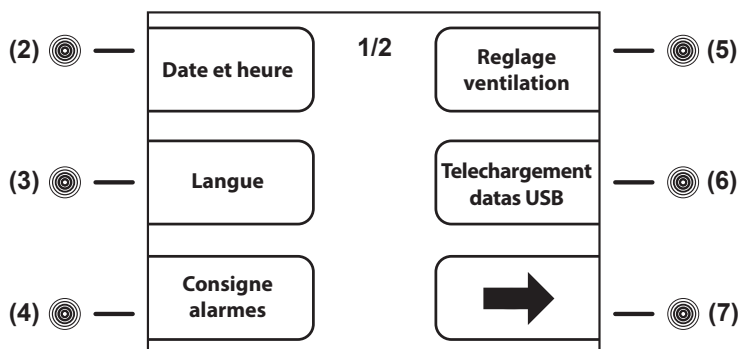
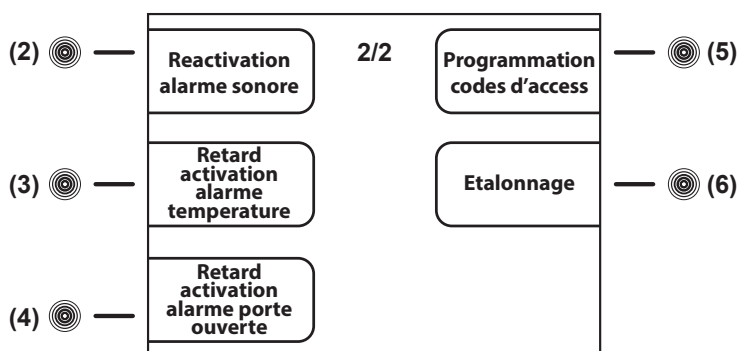

Fig.15
Fig.16
A partir du menu principal appuyer la **touche (7)** pour accéder au menu de réglage (**Fig.15**)
A partir de la première page du menu de réglage (**Fig.15**) appuyer la **touche (7)** pour accéder à la deuxième page du menu de réglage (**Fig.16**).
- appuyer la **touche (7)** pour accéder au menu de réglage (**Fig.15**)
- appuyer la **touche (3)** pour sélectionner le menu LANGUE
- avec les **touches (5)↑** et **(7)↓** sélectionner la langue souhaitée et appuyer **ENTER (12)**
8.3.6.2 Réglage alarmes (touche (4) Fig.15)
Ce menu permet de programmer les seuils d'alarme soit pour la température de la cuve (Alarme chambre) soit pour la température simulée du produit (si présent) grâce à une bouteille de 250 ml d'eau ou de liquide antigel (Alarme température simulation produit). A partir de la première page du menu de réglage (Fig.15), appuyer la **touche(4)** pour accéder au menu CONSIGNE ALARMES. Dans le menu réglage alarmes, il y a 2 sous menus (Fig.17) qui permettent de modifier les alarmes relatives à la cuve et les alarmes relatives à la température simulée du produit (si la relative sonde optionnelle est installée).
- appuyer la **touche (4)** pour accéder au réglage CONSIGNE ALARME BASSE TEMPERATURE PRODUIT
- appuyer les **touches (4)- et (7)+** pour diminuer et augmenter la nouvelle valeur d'alarme basse température produit
- appuyer la touche **ENTER (12)** pour confirmer la valeur et, ensuite, appuyer **ESC (11)** pour revenir au menu précédent ou la touche **HOME (10)** pour revenir au menu principal
- appuyer la **touche (7)** pour accéder au réglage CONSIGNE ALARME HAUTE TEMPERATURE PRODUIT
- appuyer les **touches (4)- et (7)+** pour diminuer et augmenter la nouvelle valeur d'alarme haute température produit
8.3.6.3 Réglage ventilation (touche (5) Fig.15)
A partir de la première page du menu de réglage (**Fig.15**), appuyer la **touche(5)** pour accéder au menu REGLAGE VENTILATION
- appuyer les **touche (4)- et (7)+** pour sélectionner les 3 niveaux de ventilation:
- appuyer la touche **ENTER (12)** pour confirmer la choix et, ensuite, appuyer **ESC (11)** pour revenir au menu précédent ou la touche **HOME (10)** pour revenir au menu principal
8.3.6.4 Téléchargement datas sur cle USB (touche (6) Fig.15)
- à partir de la première page du menu de réglage (**Fig.15**), appuyer la **touche(6)** pour accéder au menu REGLAGE USB
- avec les **touches (5)↑ et (6)↓** défiler les données à choisir pour le téléchargement
- appuyer la **touche (4)-** pour désélectionner la donnée (à droite l'affichage indiquera «no») ou appuyer le **touche (7)+** pour sélectionner le donnée (à droite l'affichage indiquera «oui»)
- appuyer la touche **ENTER (12)** pour accéder à l'affichage USB
- appuyer la touche **ENTER (12) pour accéder à l'affichage DATE ET HEURE**
- appuyer les **touches (3)← et (6)→** pour mettre en évidence les données à modifier
- appuyer les **touches (4)- et (7)+** pour augmenter ou diminuer la valeur numérique en évidence
- répéter les 2 dernières opérations pour toutes les valeurs numériques dans le calendrier et l'horaire et appuyer la touche **ENTER (12)** pour démarrer le téléchargement ou la touche **ESC (11)** pour revenir au menu précédent
8.3.6.5 Réactivation alarme sonore (touche (2) Fig.16)
A partir de la deuxième page du menu de réglage (**Fig.16**), appuyer la **touche (2)** pour accéder au menu REACTIVATION ALARME SONORE
- appuyer les **touches (4)- et (7)+** pour régler le temps en secondes (max 900) avant la réactivation du buzzer dans le cas où la situation d'alarme persiste (si ce valeur est «0» l'alarme sonore ne se réactive pas)
- appuyer la **touche ENTER (12)** pour confirmer la choix et, ensuite, appuyer **ESC (11)** pour revenir au menu précédent ou la touche **HOME (10)** pour revenir au menu principal
8.3.6.6 Retard activation alarme température (touche (3) Fig.16)